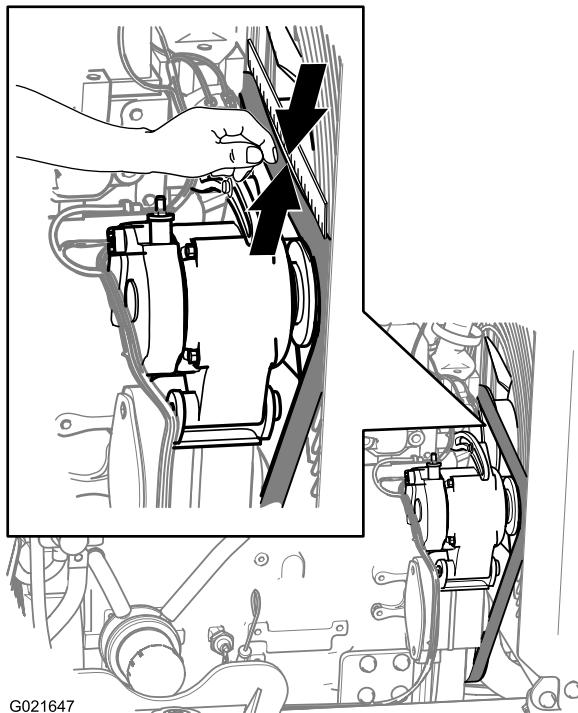

Рисунок 85
- Установите проверочную линейку на приводной ремень и шкивы, как показано на Рисунок 85.
- Нажмите на ремень вниз в точке, расположенной посередине между шкивом вентилятора и шкивом генератора, как показано на Рисунок 85.